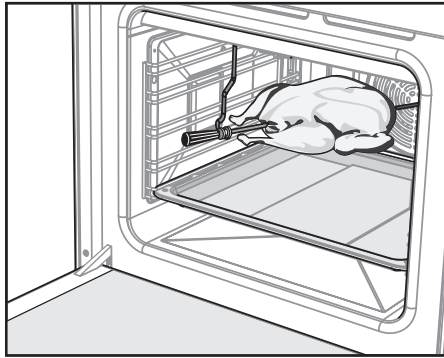

Рис.26
- Установите крючок, для чего вставьте «усы» крючка в пазы верхней полки проема духовки и опустите крючок вниз (рис. 26).